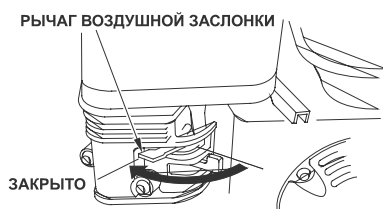

Рис.10 Положение рычага воздушной заслонки при пуске «холодного» двигателя
7.1.2. Если двигатель «холодный», установите рычаг воздушной заслонки в положение «ЗАКРЫТО». Если производится повторный запуск прогретого двигателя, оставьте рычаг воздушной заслонки в положении «ОТКРЫТО» (см. рис.10).